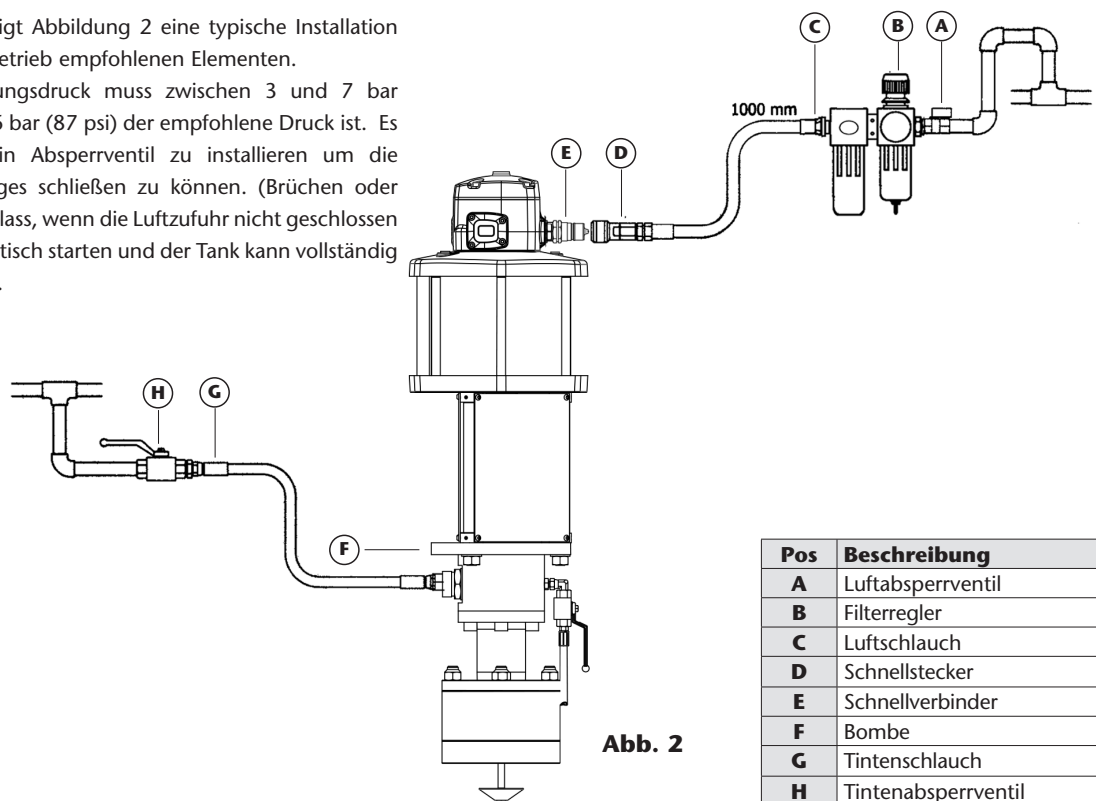

Abb. 2
Zu Informationszwecken zeigt Abbildung 2 eine typische Installation mit allen für den korrekten Betrieb empfohlenen Elementen.
1. Öffnen Sie das Spülventil der Pumpe (86), um die darin befindliche Luft zu entfernen (Abb. 2).
3. Schließen Sie das Entlüftungsventil (86), solange keine eingeschlossene Luft mit Flüssigkeit dadurch austritt.